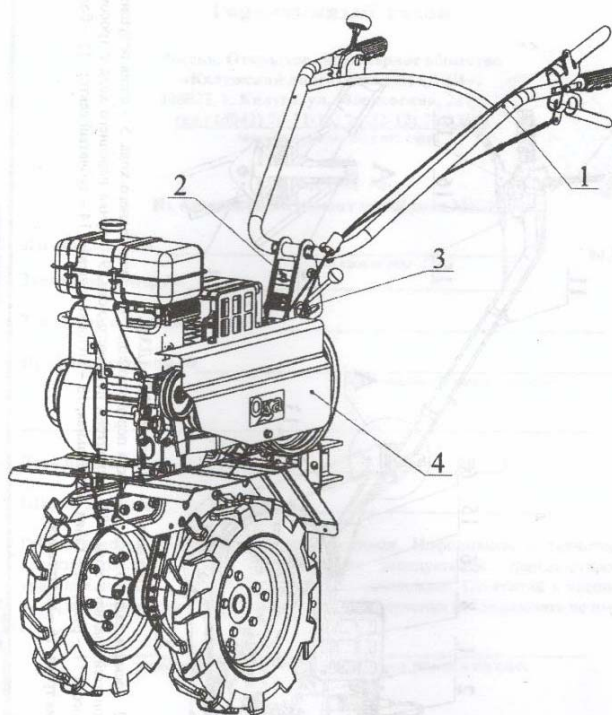

Рис. 2
2. Отрегулируйте высоту руля по росту оператора и закрепите его при помощи гаек 3 (см. Рис. 2).
3. Отверните две гайки и болт, снимите щиток 4 (см. Рис. 2).
7. Установите щиток 4 (см. Рис. 2) на место и закрепите его двумя гайками и болтом.